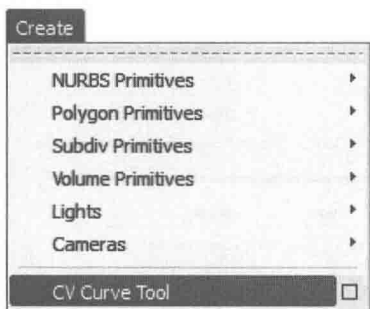

图 1-7
4) 在主菜单栏中单击 **Creat** (创建) → **CV Curve Tool** (CV 曲线工具) 命令, 如图 1-7 所示。